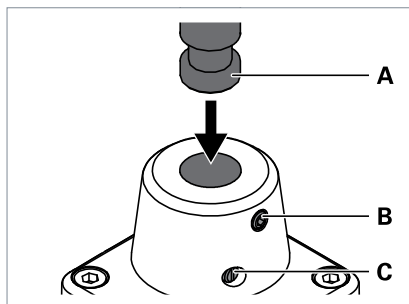

Fig. 3: Monter le luminaire sur l'élément de fixation.
- Dévisser la vis **C** hors de l'élément de fixation, voir Fig. 3.
- Tourner la goupille filetée **B** dans l'élément de fixation jusqu'à ce que la friction désirée soit atteinte, voir Fig. 3.